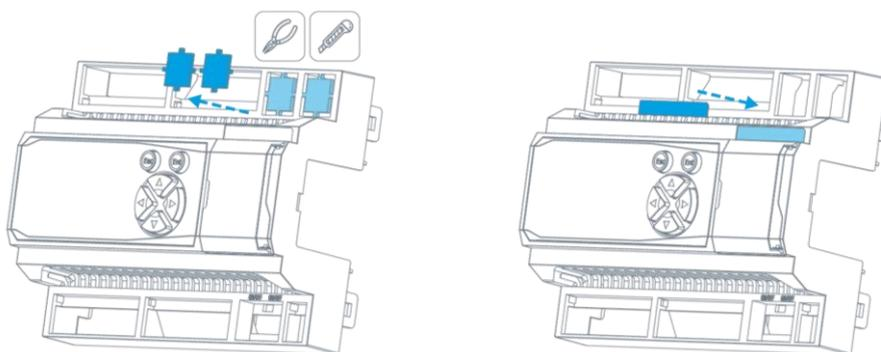

Рис. 66 – Удаление заглушек, наклейка шильдика
- В зависимости от типа выбранной сетевой карты, удалите одну или обе заглушки корпуса, и приклейте маркировочный шильдик из комплекта сетевой карты как показано на Рис. 66;